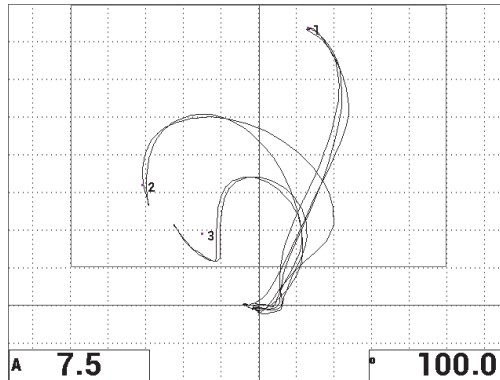

Figura 6-52 La seconda scansione sul punto con perdita di adesione
14. Premere il tasto FULL NEXT (➡) per visualizzare lo schermo intero ed in seguito scansionare lentamente sui punti con perdite di adesione. Assicurarsi che i punti corrispondano ancora con il segnale (vedere Figura 6-52 a pagina 175).